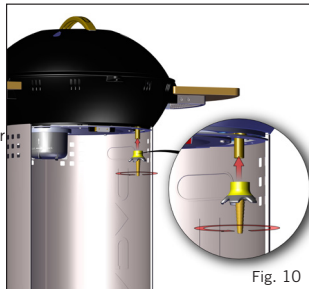

Fig. 10
- **OBS!** Se till att slutstycket hålls rakt när du installerar och skruvar fast det så att risken för gasläckor förhindras. Skruva fast med en lämplig skruvnyckel. (Fig. 10)
- I 3B/P (30), I 3B/P (37) och I 3+ (28-30/37) Apparatkategorier: Passa in ventilslutstycket till ventilen genom att skruva på det i moturs riktning. För in en godkänd slang i ventilslutstycket tills det sitter ordentligt. På den andra änden, sätt på lämplig låg tryckregulator (I3B / P (30): 30mbar butan / propan konfigurationer regulator, I3 + (28-30/37): 30mbar Butan regulator eller I3 + 37mbar Propan tillsynsmyndigheten), I3B / P (37) : 37mbar Butan / konfigurationer Propane tillsynsmyndigheter). Den typ av slang som används skall överensstämma med relevanta EN-standard och leta krav. I Sydafrika skall vald slang överensstämma med SANS 1537.
- I 3B/P (50) Apparatkategori: Skruva fast en slang med korrekt gängade delar i varje ände, på vänstra BSP-ventilens gängor (kvartstum storlek). Koppla ett lämpligt reglage med ett tryck på 50 mbar till den andra änden av slangen. Den slangpaket som används måste uppfylla DIN 4815 del 2 eller motsvarande.